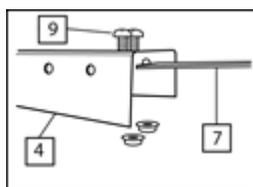

fig. 8
Les modules se montent de deux en deux unis par un tenseur (7). Unir le tenseur en le vissant à l'extrémité de la pièce (4) utiliser les vis et boulons M6X15mm et M6 de boulons, fig. 8.